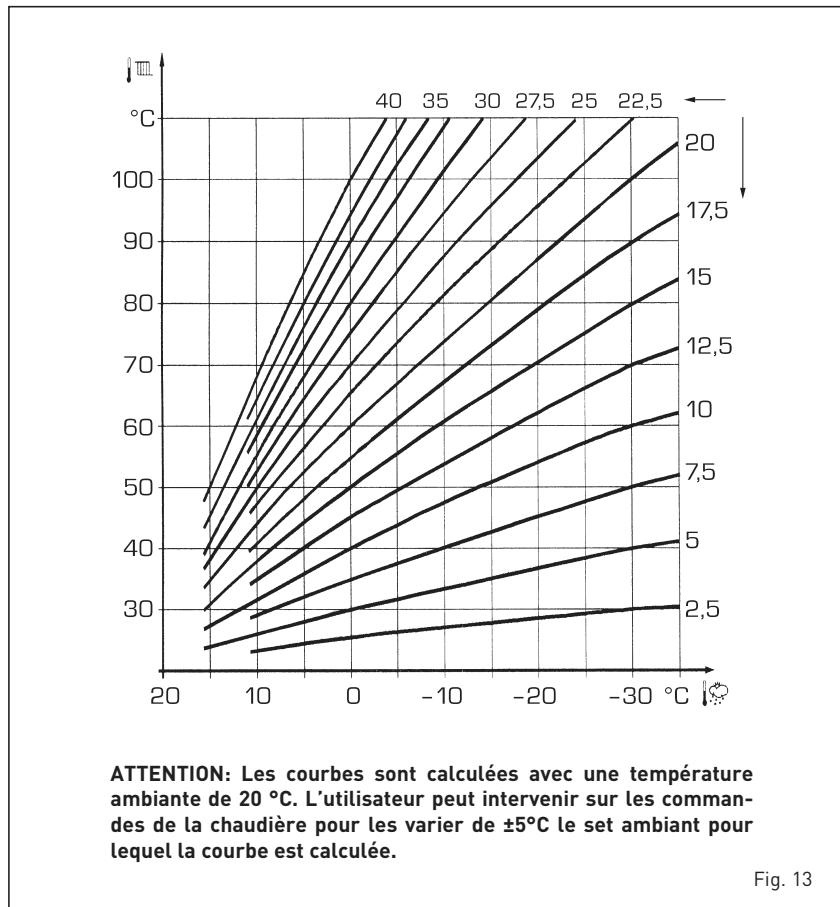

Fig. 13
3.4 SONDE EXTERNE RELIÉE (fig. 13)
En cas de présence de sonde externe, les SET de chauffage peuvent être obtenues à partir des courbes de chauffe en fonction de la température extérieure et sont de toute façon comprises dans les limites des valeurs d'amplitude décrites au point 3.3 (paramètres PAR 22 pour la zone 1, PAR 25 pour la zone 2 et PAR 28 pour la zone 3). La courbe de chauffe à programmer peut être sélectionnée entre 3 et 40 (par étapes de 1). En augmentant la pente représentée par les courbes de fig. 13, on augmente la température de départ de l'installation par rapport à la température extérieure.